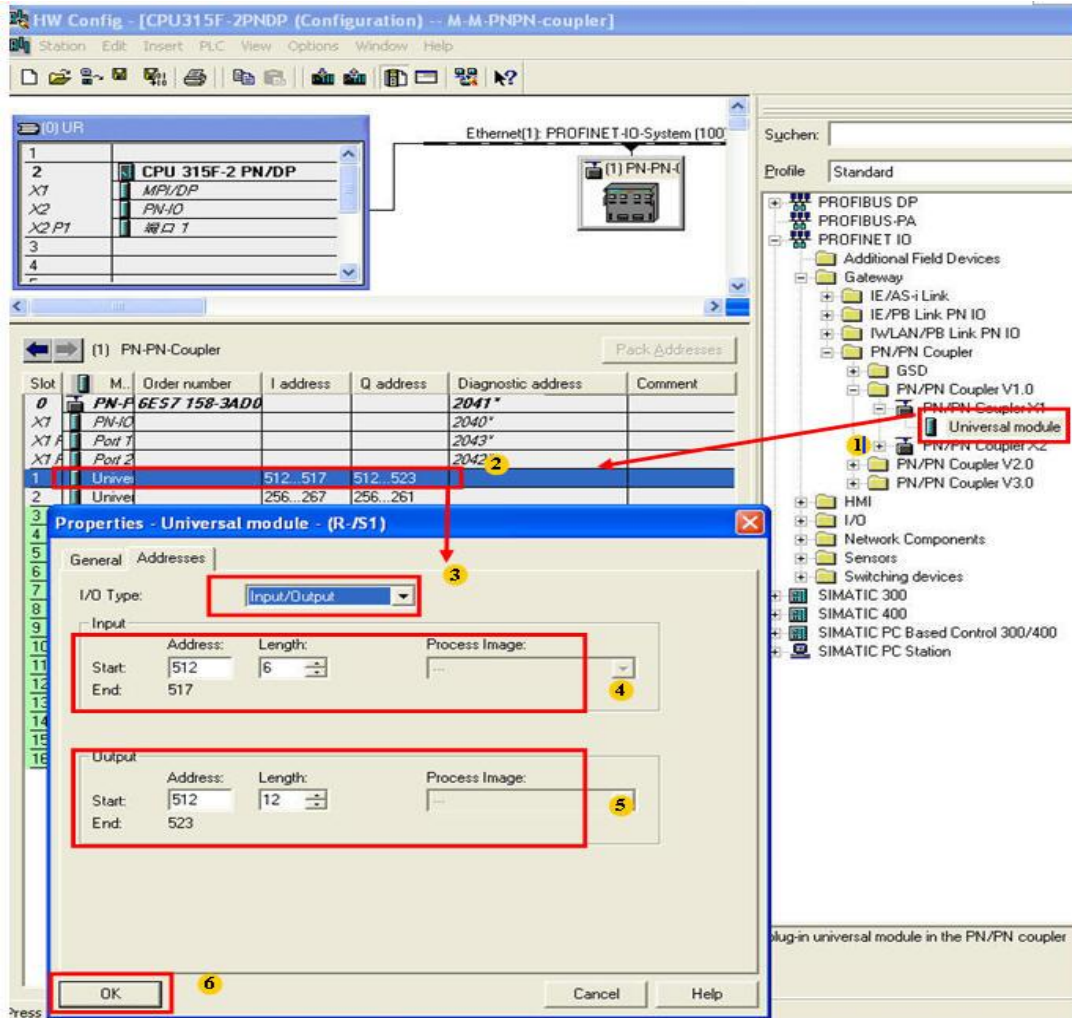

图 2-8 PN/PN coupler 数据组态
两个网络的通信数据区输入/输出方式必须相互对应，如图 2-8 所示。
8) 组态 IO 数据区域, 如图 2-8